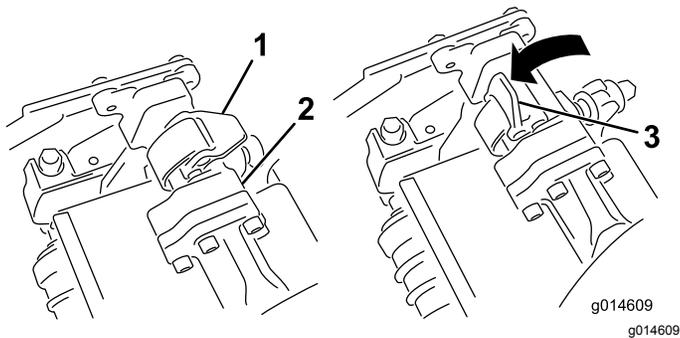

Figura 32
3. Con i fermi del braccio di sospensione rivolti verso l'alto (cioè aperti) (Figura 32), premete il braccio di sospensione verso il basso in modo che la barra si inserisca nella barra della parte superiore dell'apparato di taglio (Figura 33).
4. Chiudete i fermi spostandoli verso il basso e attorno alla barra dell'apparato di taglio, quindi bloccateli in posizione (Figura 32).
4. Aprite i fermi sulla barra del braccio di sospensione dell'apparato di taglio che state rimuovendo (Figura 32).